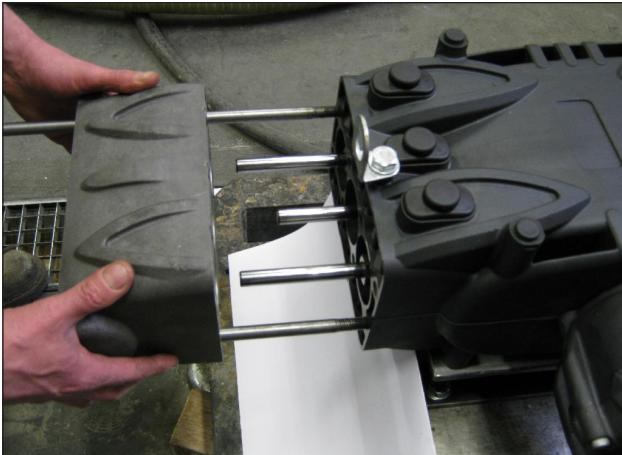

Abb. 38
- Trennen Sie den Kopf und das Distanzstück der Buchsen vom Pumpengehäuse gemäß den Hinweisen in Abb. 37 und Abb. 38.